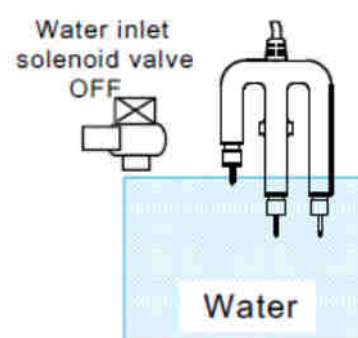

Imagen 3
- Cuando el agua alcanza el nivel máximo la electroválvula cierra y no subministra agua (ver en la imagen 3)